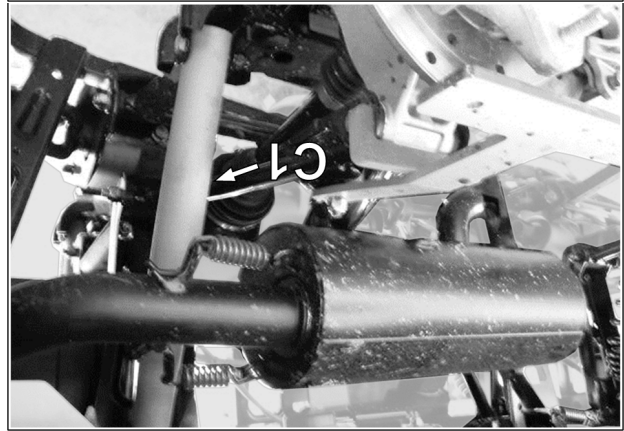

Fig. 17
17. Remplacer l'amortisseur par le tube de relèvement d'essieu (C1); utiliser les mêmes boulons et écrous de fixation de l'amortisseur pour fixer le tube en place. Serrer adéquatement les boulons. Voir la Fig. 17